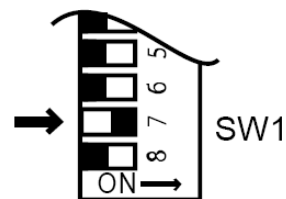

Fig. 3
9. Forzare l'Infinity a regime 'Minimo' di combustione spostando su 'ON' il microinterruttore N.7 (Fig.3) del banco di microinterruttori SW1.